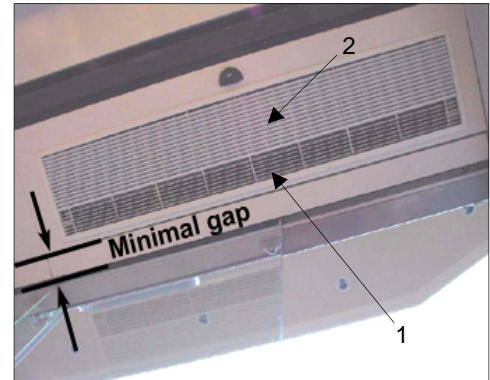

Abb. 1
- der Ausblasseite (siehe 1, Abb. 1) des versenkten Einbaugitters nächstgelegen zur Tür und dem Lufteinlass (siehe 2, Abb. 1) am weitesten von der Tür entfernt.